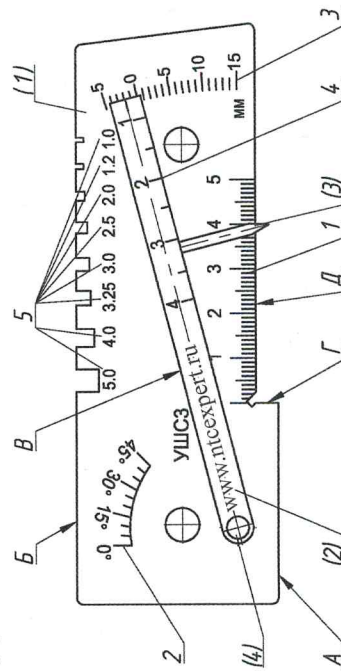

Рисунок 1. Универсальный шаблон сварщика УШС-3
Универсальный шаблон сварщика (рис. 1) состоит из основания (1), соединенного осью (2) с движком (3) и закрепленного на движке указателя (3).